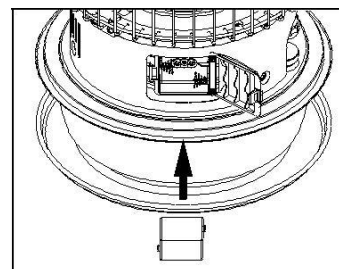

Рис. 15
- Батарейки -2 "С"** расположены в задней части обогревателя, замените на новые (Рис. 15)